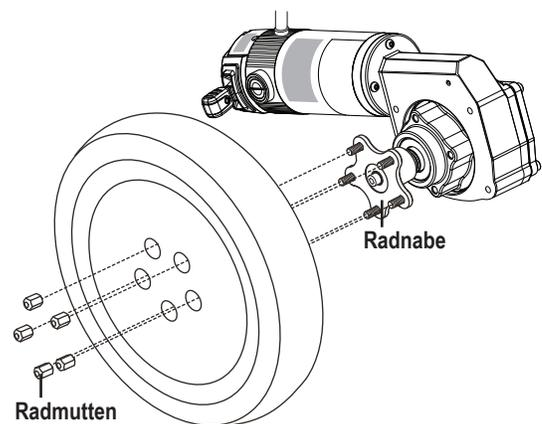

Bild 9. Quantum 4Front Serie Antriebsrad
4. Entfernen Sie die fünf (5) Radmuttern von der Radnabe. **Siehe Bild 9.**